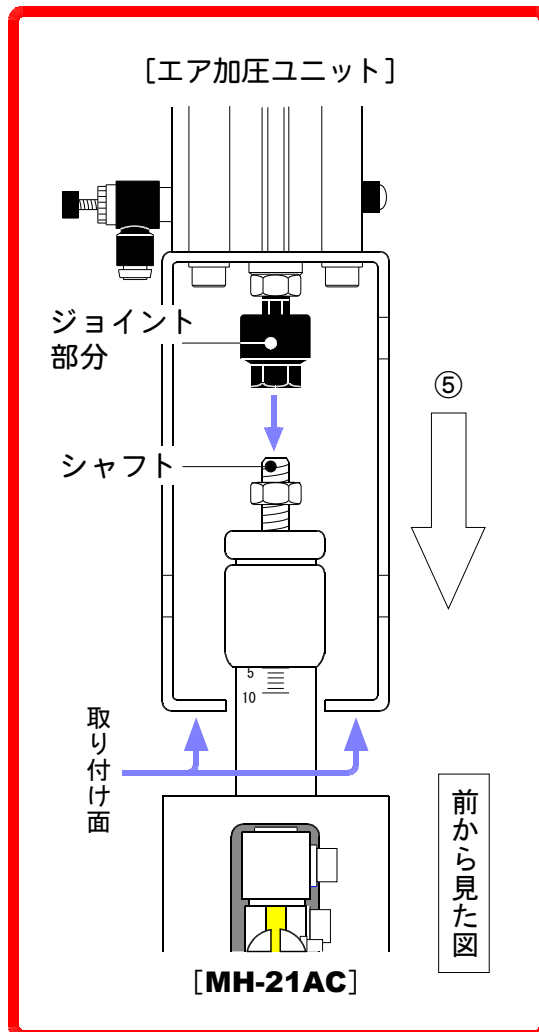

図 7-3
⑤ジョイント部分がシャフトの真上にきたら、エア加圧ユニットの取り付け面と **MH-21AC/31AC** のカバーが接触するまで、ジョイント部分をシャフトにねじ込みます(図 7-3参照)。